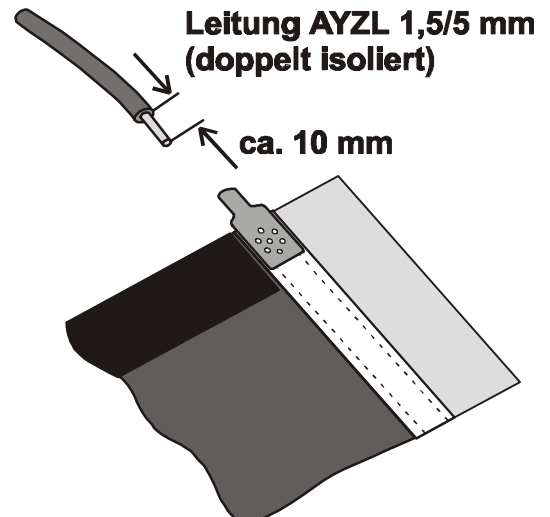
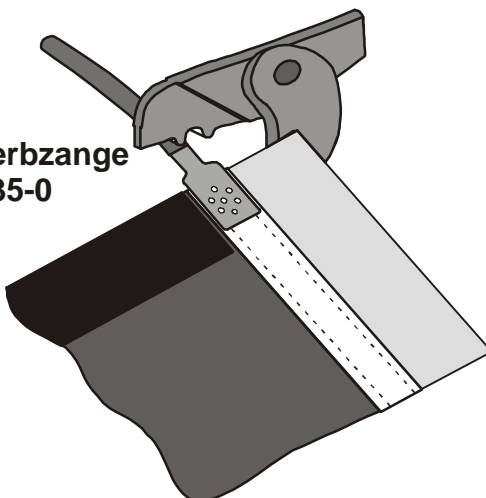

Abb. 2: Aufbringen der Anschlussleitung
Abb. 3: Kerbverbindung für Anschlussleitung
2. Anschlussleitung AYZL 1,5/5 mm ca. 10 mm abisolieren, blankes Leiterstück in die Klemm-Öse des Termi-Foils einschieben und mit Kerbzange AMP Nr. 49 935 verquetschen. (Abb. 2 und Abb. 3)